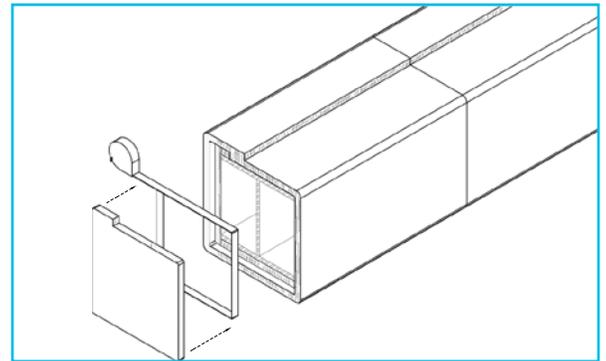

Figure 1
- 1 Veiller à ce que la section finale de la première couche d'enveloppe endothermique enroulée sur la poutre dépasse l'extrémité de la poutre de façon suffisante pour que toutes les couches nécessaires du bouchon d'extrémité tiennent à l'intérieur de la pièce. Mesurer le périmètre intérieur de la première couche d'enveloppe endothermique (installée sur la poutre). Découper un morceau d'enveloppe endothermique pour l'ajuster fermement à l'intérieur de la première couche d'enveloppe endothermique installée (Figure 1).